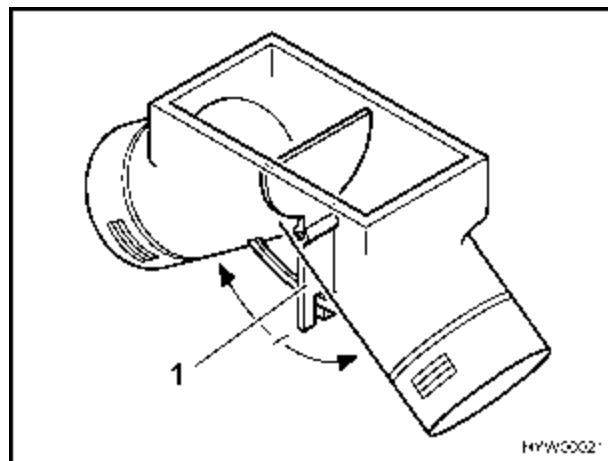

Fig. 97 Ventilador de circulación de aire Trumavent, tapa de ajuste en posición intermedia
En la posición intermedia, el aire caliente se distribuye en un 50 % en ambas salidas de aire caliente. La palanca de mando (Fig. 97,1) para la tapa de ajuste se ha incorporado bajo la tapa del suelo en el armario ropero:
- Accionar la palanca de mando (Fig. 97,1) en la dirección de la flecha hasta alcanzar la posición deseada.